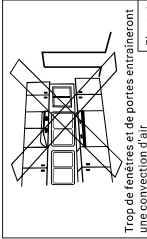

Fig. 5-1
1. Trop de fenêtres et de portes autour de la hotte entraîneront une convection d'air, aggravant ainsi les performances d'évacuation d'air. (Fig. 5-1)